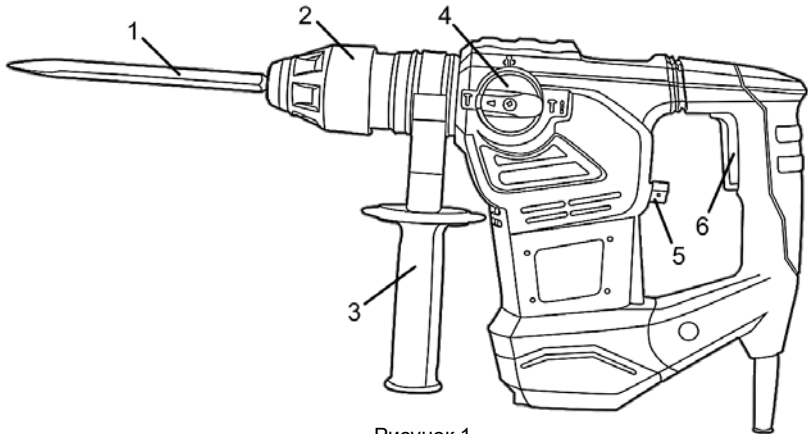

Рисунок 1
4.1 Виберіть необхідний режим роботи виробу за допомогою перемикачів (4 та 5, рисунок 1).
4.2 Для ввімкнення виробу натисніть на курок вимикача (6) (рис.1). Для відключення виробу слід курок відпустити.